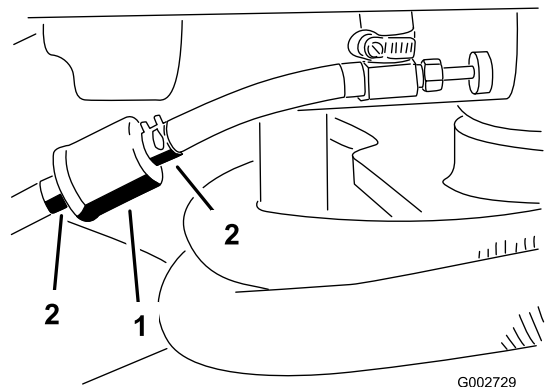

図 29
1. 燃料バルブを閉じ、フィルタのキャブレター側についているホースクランプをゆるめ、燃料ラインからフィルタを外す(図 29)。